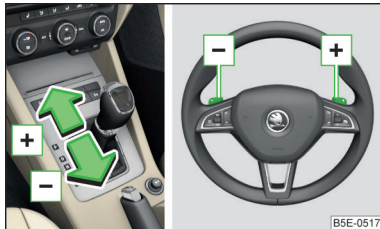

Abb. 140
► Zum Umschalten eine der Schaltwippen **-**/**+** kurz zum Lenkrad ziehen » Abb. 140.
► Zum Hochschalten den Wählhebel nach vorn **+** tippen oder die Schaltwippe **+** kurz zum Lenkrad ziehen » Abb. 140.
► Zum Herunterschalten den Wählhebel nach hinten **-** tippen oder die Schaltwippe **-** kurz zum Lenkrad ziehen » Abb. 140.